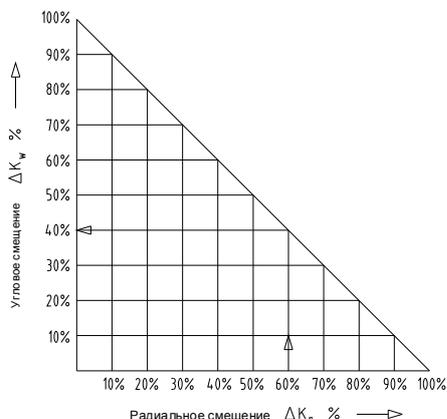

Рис. 18:
- Одновременное возникновение максимально допустимых смещений, указанных в таблицах 5 и 6 не допустимо. При одновременном возникновении углового и радиального смещения возможно использовать лишь часть указанных допустимых смещений (см. рис. 18).